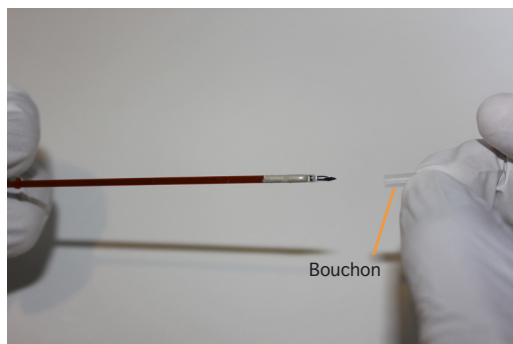

Figure 12: Retirer le Bouchon de l'aiguille et mise en marche du moniteur de pression
Étape 1 : Retirez la pellicule protectrice en Tyvek à l'endroit indiqué. Soulevez la partie supérieure de l'emballage et sortez l'appareil. En tenant l'introducteur (voir Figure 12), enlevez le bouchon de l'aiguille.